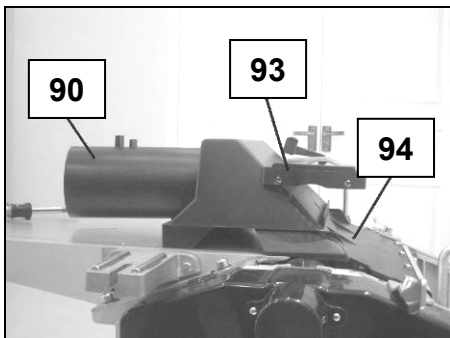

Fig 61
- Positionnez le collecteur de copeaux (90) sur l'éjecteur (94) et bloquez-le en position avec le protecteur d'arbre (93) (Fig 61).